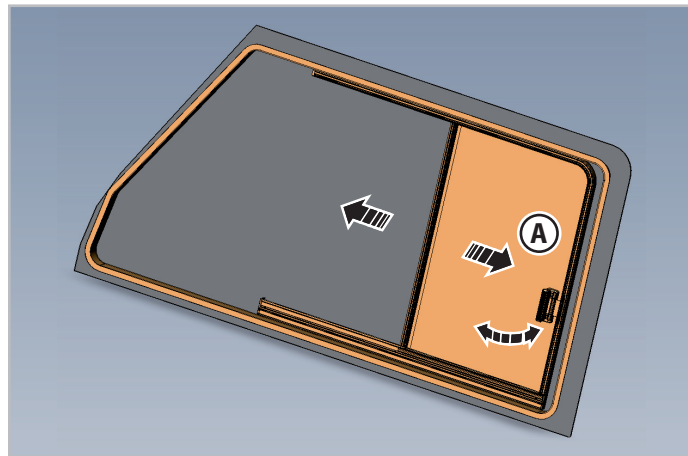

Fig.3.2 - Skyvevindu på passasjersiden
1. Trykk ned kroken på det bakre håndtaket (A - Fig.3.2) slik at det løsner fra låsen for å frigjøre vinduet.
2. Trekk i håndtaket (A - Fig.3.2) før vinduet fremover til ønsket posisjon.
1. Trekk i håndtaket (A - Fig.3.2) for å bringe vinduet tilbake til lukket stilling til håndtaket er helt i inngrep i låsesperren.